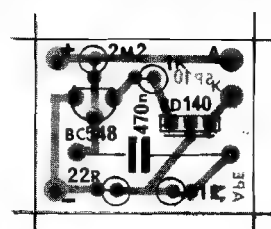
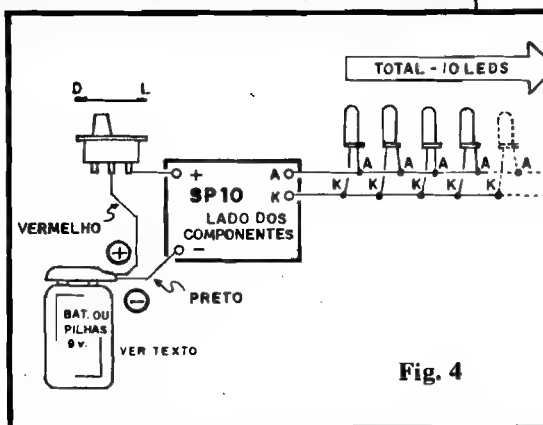

Fig. 3
Fig. 4
— **FIG. 3** — Diagrama da montagem (placa vista pelo lado não sobreado, já com todas as peças colocadas). Observar, principalmente, o posicionamento dos dois transistores, sendo o BC548 referenciado pelo seu lado "chato", e
- **FIG. 4** - Diagrama de conexões externas à placa (esta vista pelo lado dos componentes, como na fig. 3). Notar especificamente a polaridade da alimentação, sempre com o fio **vermelho** para o **positivo** e **preto** para o **negativo**. Observar também como são ligados os LEDs, todos **em paralelo**. **ATENÇÃO** para a correta identificação dos terminais A (anodo) e K (catodo) dos LEDs... Uma consulta ao TABELÃO APE ajudará aos hobbystas mais "verdes", se surgirem dúvidas... Os LEDs não precisam, obrigatoriamente, ficar próximo à plaquinha do SP10, podendo situar-se, na instalação desejada, a razoável distância, em conexão à placa através de um par de fios finos. Embora na figura os LEDs apareçam fisicamente dispostos **em linha**, nada impede que qualquer outra configuração final seja adotada pelo Leitor, eventualmente formando figuras, desenhos ou padrões com os LEDs.